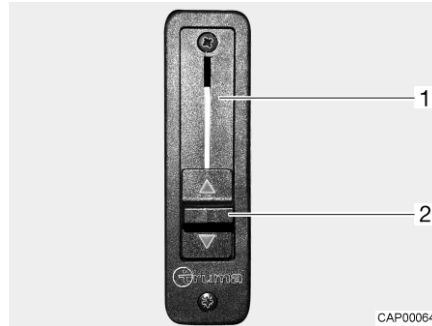

Fig. 10 Régulateur à coulisse pour blocage de phase
- Pousser à fond le régulateur à coulisse (Fig. 10,2) vers le haut. Le blocage de phase (Fig. 10,1) est ouvert. Le chauffage de l'espace habitable chauffe également le pare-brise.
- Pousser à fond le régulateur à coulisse (Fig. 10,2) vers le bas. Le blocage de phase est fermé. Le chauffage de l'espace habitable et celui du véhicule porteur sont séparés l'un de l'autre.